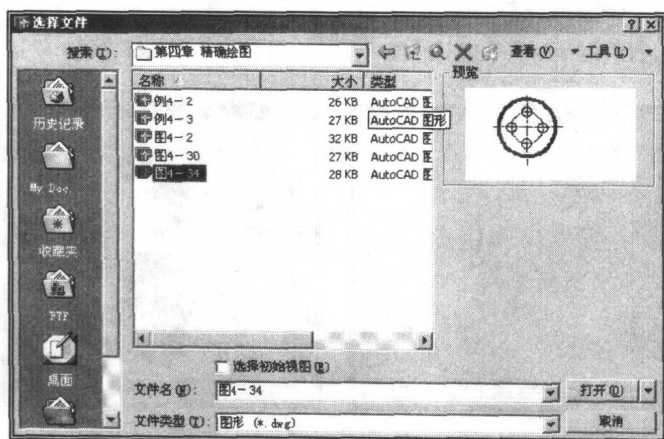

图 1-9 “选择文件”对话框
1) “打开图形”按钮 单击该按钮,“启动”对话框的显示内容如图 1-8 所示。单击“浏览”,进入“选择文件”对话框,如图 1-9 所示。寻找需要调出的图形文件所在路径,双击该文件名即可打开图形。单击该文件,在对话框右边可预览图形。